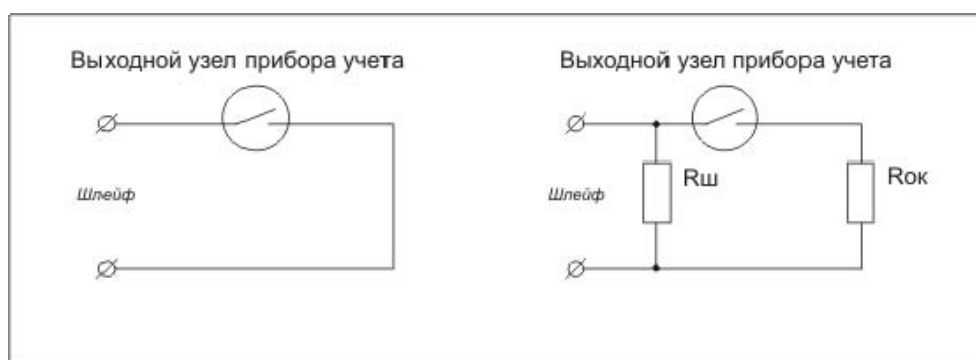

Рисунок 4. Электрическая схема подключения цепи НАМУР
- 2.1.6.1.5. контроль текущего состояния входных цепей числоимпульсного интерфейса прибора учета при установке дополнительных резисторов цепи НАМУР (см. Рисунок 4) оконечного  $R_{OK}$  2,2 кОм  $\pm$  5% и шунтирующего  $R_{Ш}$  5,6 кОм  $\pm$  5%